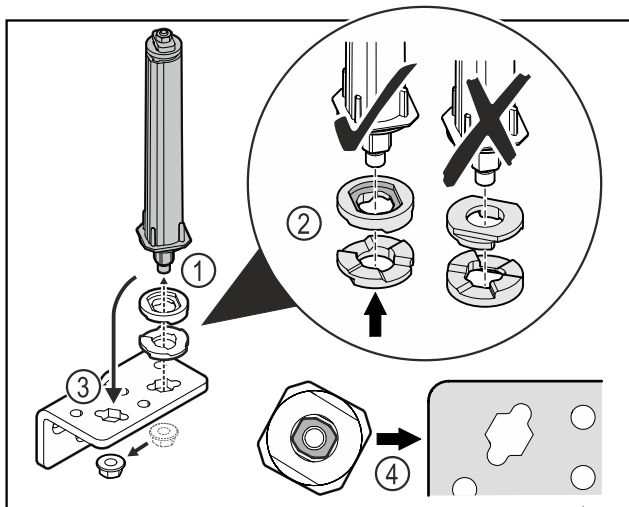

Fig. 40
- ▶ Otpustite maticu i skinite sustav zatvaranja vrata Fig. 40 (1).
- ▶ Pazite na ispravno poravnanje pločica za namještanje visine Fig. 40 (2).
- ▶ Premjestite sustav zatvaranja vrata u kutnim šarkama i pričvrstite ga maticom Fig. 40 (3).
- ▶ Pri umetanju pazite na ispravno poravnanje sustava zatvaranja vrata Fig. 40 (4).